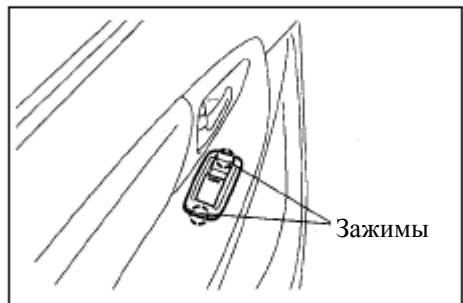

Рис. 583
a. Снимите крепления отверткой с плоским концом и отсоедините переключатель стеклоподъемника. (рис. 583)